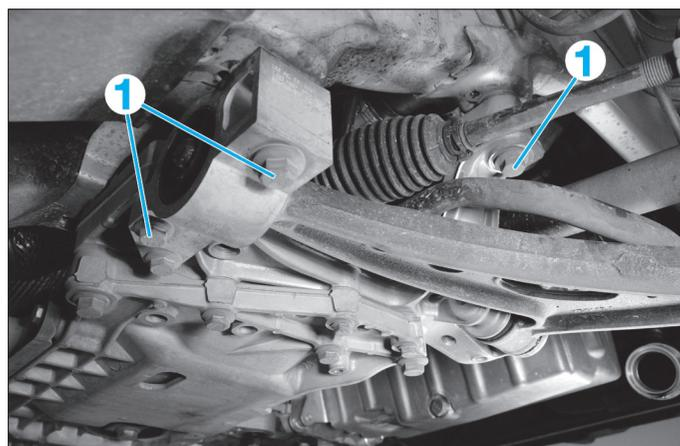

Fig. 2
Dévisser des deux côtés les vis (1) de fixation de la console du berceau sur la carrosserie (Fig.2) puis déplacer le berceau à droite ou à gauche.